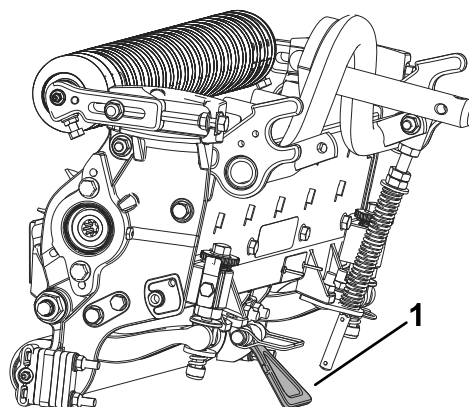

Figure 9
**Important:** Vérifiez que les écrous à l'arrière des vis de réglage de la contre-lame ne reposent pas sur la surface de travail (Figure 9).